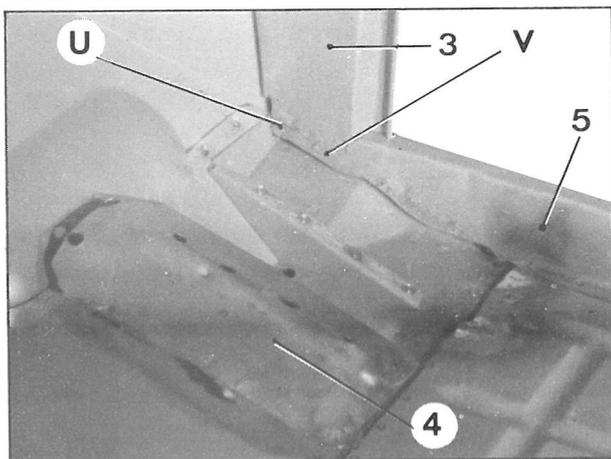

Fig. 4
en UV (fig. 4) (après avoir soulevé la tôle (4)).